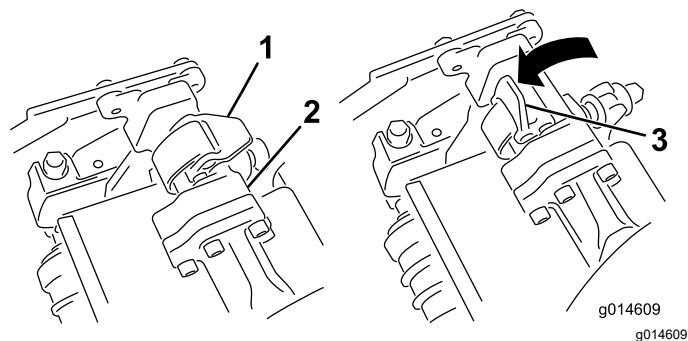
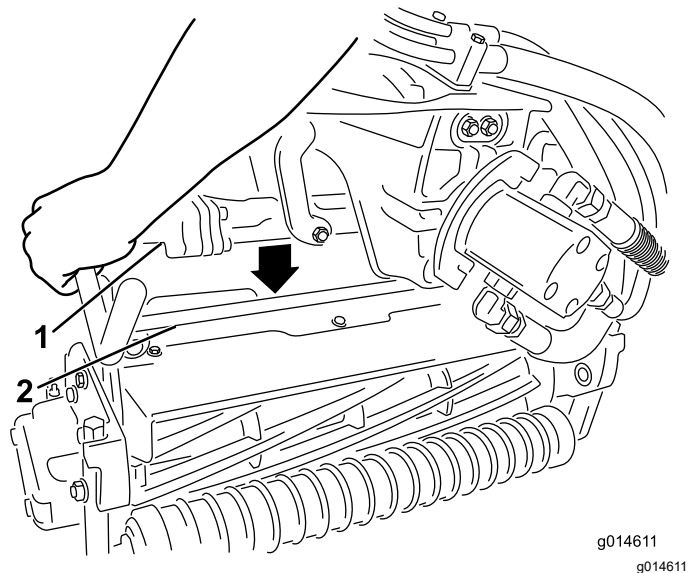

Bild 46
Bild 47
4. Drücken Sie die Riegel nach unten um die Schneideinheitstange herum und arretieren sie (Bild 46).
3. Die Riegel an der Aufhängearmstange müssen nach oben zeigen (d. h. offen) (Bild 46); drücken Sie den Aufhängearm dann so nach unten, dass die Stange über die Stange an der Oberseite der Schneideinheit passt (Bild 47).
- Öffnen Sie die Riegel an der Aufhängearmstange der Schneideinheit, die Sie entfernen möchten (Bild 46).